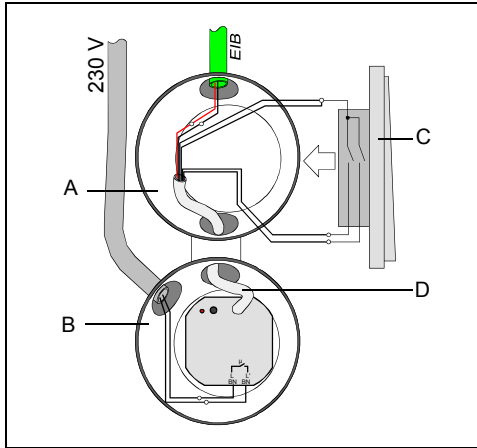

Bild 4 / Figure 4
Es wird empfohlen, den Schaltaktor in zwei miteinander verbundene Unterputz-Dosen zu installieren (vgl. Bild 4). Die eine Dose (A) kann neben dem Bus- und Nebstellenanschluss auch z. B. einen Serienschalter (C) aufnehmen. Die andere Dose (B) nimmt den Schaltaktor und die 230-V-Klemmen auf. Die 6polige Anschlussleitung (D) wird durch die Dosenverbindung geführt.
It is recommended that the switch actuator is installed in two flush sockets connected to one another (cf. Fig. 4). One socket (A) can accommodate, e.g., a series switch (C) as well as the bus and extension connection. The other socket (B) accommodates the switch actuator and the 230 V terminals. The 6-pole connection lead (D) is guided through the socket connection.